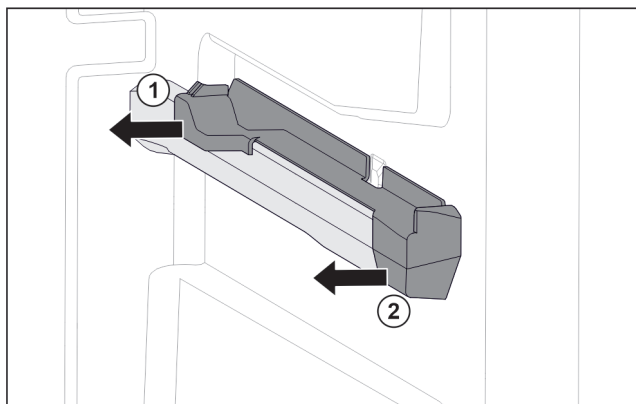

Fig. 123 Вставна частина на правому ребрі для резервуару
- ▶ Відсунути вставну частину назад вбік. Fig. 123 (1)
- ▶ Відсунути вставну частину вперед вбік. Fig. 123 (2)